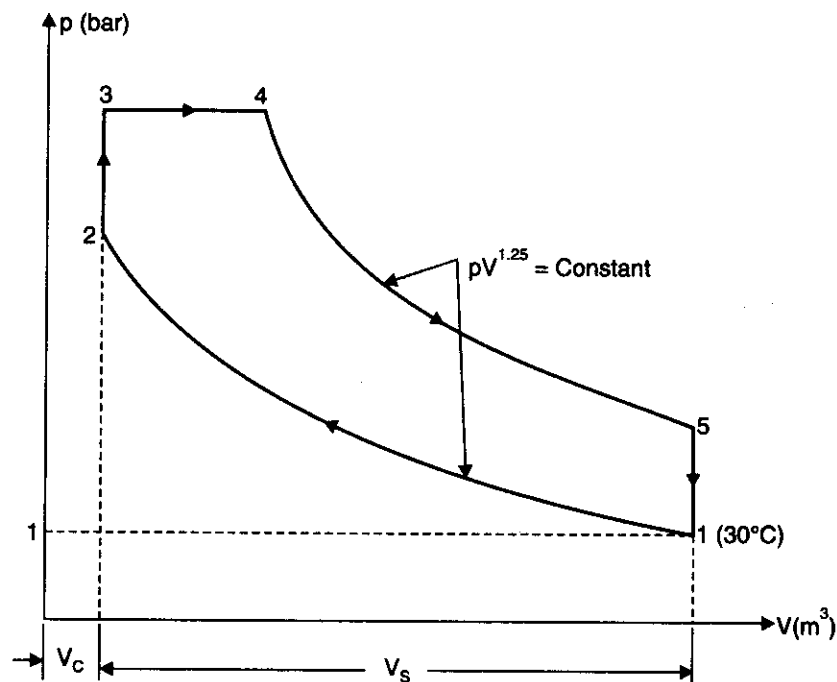

Fig. 13.25
**Solution.** Refer Fig. 13.25.